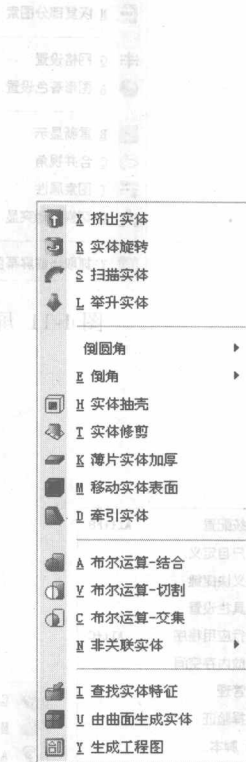

图 1-7 实体菜单项
(6) 【实体】: 利用该菜单项可以使用【挤出】、【旋转】、【扫描】等方式创建实体, 同时还提供了实体编辑功能, 如【修剪】、【倒圆】、【倒角】、【布尔运算】等, 如图 1-7